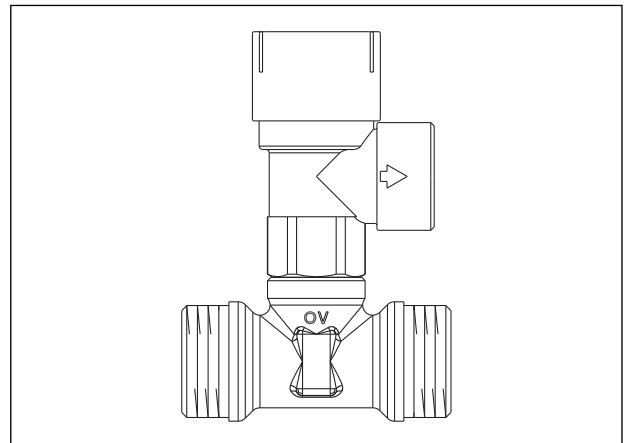

Bild 7: 6 bar Sicherheitsventil, Oventrop Art.-Nr. 136 41 40
- Sicherheitsventil (6 bar, 120°C, kurzzeitig 160°C) als zusätzliche Absicherung der Solaranlage zwischen Solarstation und Speicher (siehe Bild 7)